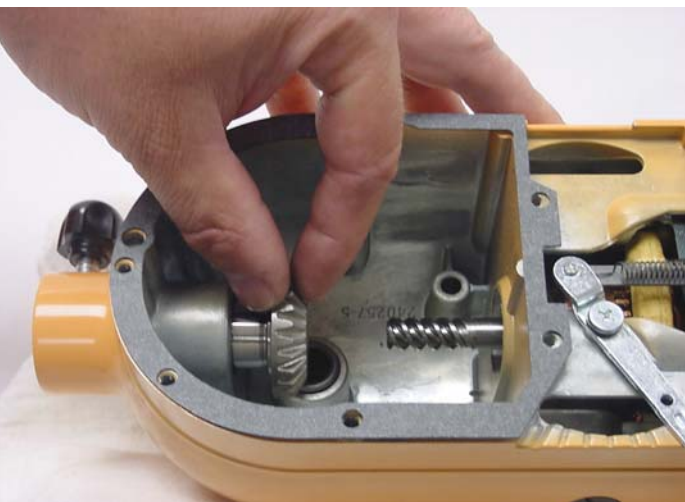

Abb. 51: Kegelrad des Zubehöranschlusses von innen in sein Lager einschieben.
B. Kegelrad des Zubehöranschlusses prüfen. Sind die Zähne verschlissen, Zahnrad ersetzen. Bei Einbau eines neuen Zahnrads dessen Welle leicht fetten. Von innen in das Lager des Zubehöranschlusses einschieben (Abb. 51). Dieses Zahnrad besitzt keine Unterlegscheibe; deshalb bis zum Anschlag einschieben.